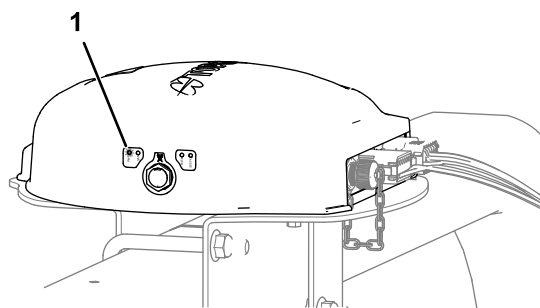

Рисунок 266
- Спутниковый приемник – загорается индикатор PWR (ПИТАНИЕ) (Рисунок 266)